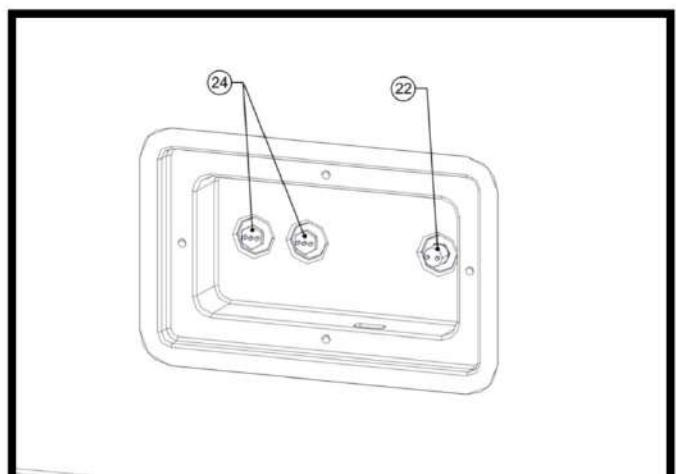

Рис. 12
11) Установите ТЭНЫ поз. 24 и терморегулятор ТК 24-08 поз. 22 в электрический лючок поилки. Провода ТЭНОв, терморегулятора ,кабель электропитания, кабель греющий, провод заземления не отображены на Рис. 12.